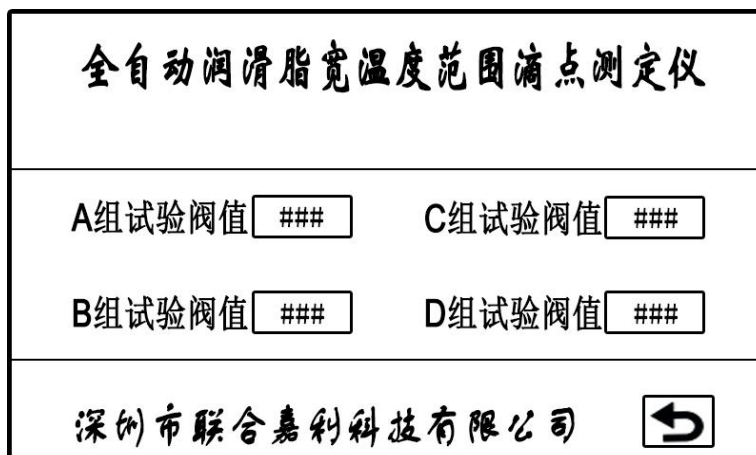

图 6-3
2. 按“参数设置”按钮，进入参数设置功能页面，见图 6-3